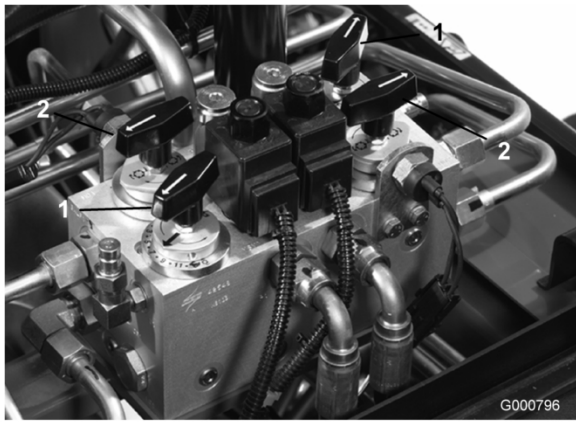

Figura 70
3. Localice los mandos de selección de la velocidad del molinete y los mandos de autoafilado (Figura 70). Gire el/lo(s) mando(s) de autoafilado deseado(s) a la posición de autoafilado y ponga el/los mando(s) deseado(s) de selección de la velocidad del molinete a la posición 1.